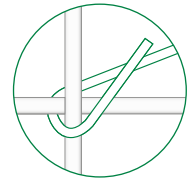

Abb. 6
- Das offene Ende an der langen Seite des Distanzhalters zusammendrücken, so dass eine geschlossene Schlaufe entsteht (siehe Abbildung 6).